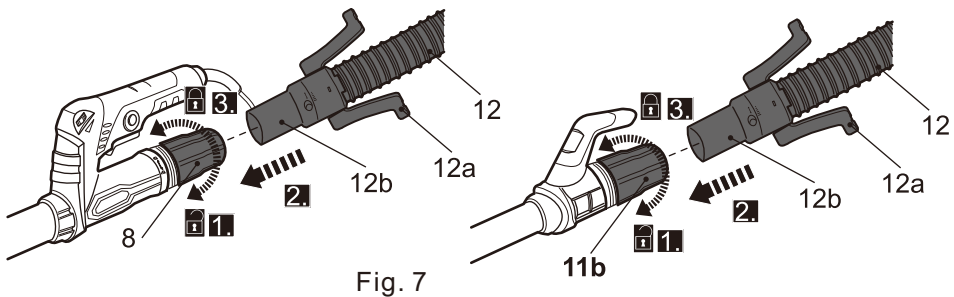

Fig. 7
- > Afloje el casquillo en la salida de extracción de polvo (8, 11b) pero no lo retire (Fig. 7, paso 1)
- > Inserte el conector de la manguera de aspiración (12b) en la salida de extracción de polvo (8, 11b) hasta el fondo (Fig. 7, paso 2).
- > A continuación, fije la conexión apretando el casquillo en la salida de extracción de polvo (Fig. 7, paso 3).